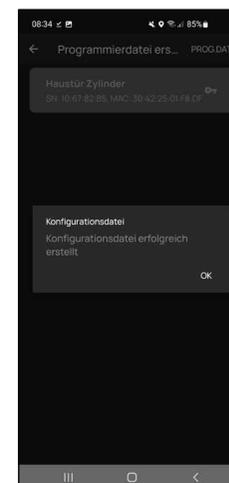

Fig. 4
- 5 Au bout d'un petit moment, vous recevez un message selon lequel votre fichier de programmation a été créé. Confirmez par « OK » (Fig. 4).